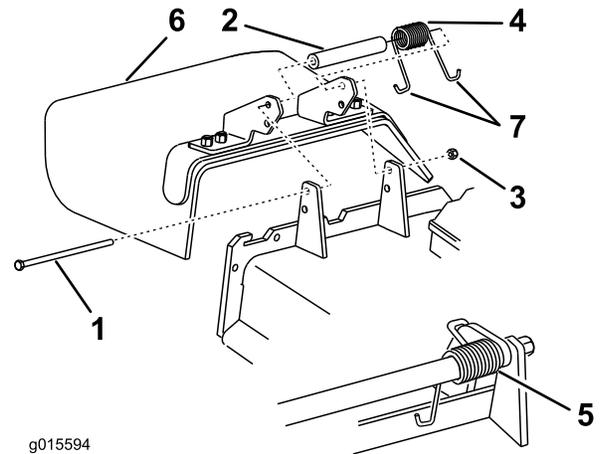

Figura 104
1. Retire la contratuerca, el perno, el muelle y el espaciador que sujetan el deflector a los soportes de pivote (Figura 104). Retire el deflector de hierba dañado o desgastado.
**Nota:** Asegúrese de colocar un extremo en J del muelle detrás del reborde de la carcasa antes de instalar el perno, según se muestra en Figura 104.
3. Instale el perno y la tuerca. Coloque un extremo en J del muelle alrededor del deflector de hierba (Figura 104).